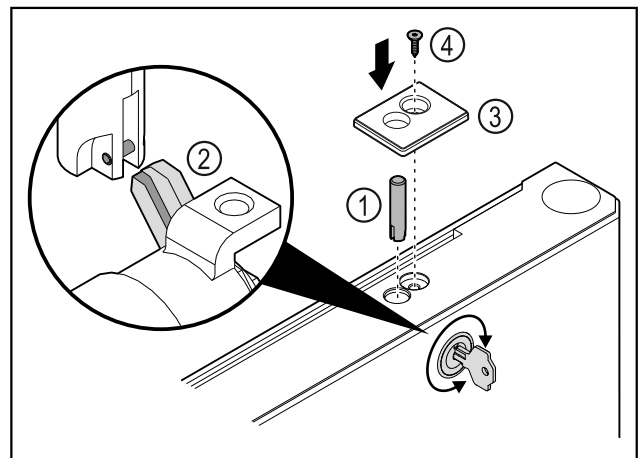

Fig. 37
- Insérer l'axe de la serrure Fig. 37 (1).
- Tourner légèrement la serrure afin que l'axe Fig. 37 (2) s'enclenche dans la fente de la serrure.
- Mettre en place le cache Fig. 37 (3).
- Insérer la vis Fig. 37 (4).